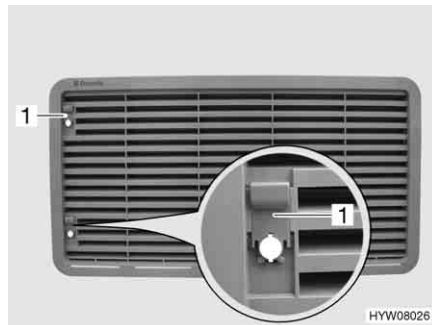

Fig. 162 Griglia di aerazione del frigorifero (con cursore)
- Spingere il cursore (Fig. 162,1) verso l'alto.